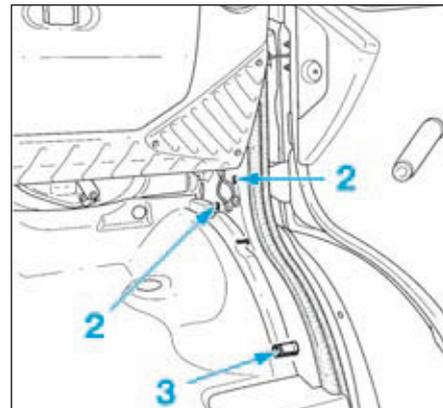

FIG.29
- Déclipper la garniture en (2) (Fig.29) et écarter cette dernière de la doublure.
- Déposer la patte de maintien du pion (3).